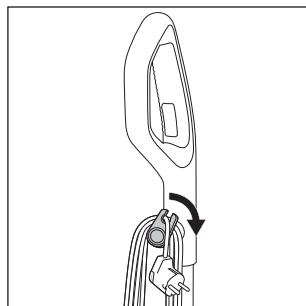

Abb. 12
- ♦ Wickeln Sie das Netzkabel ⑯ vollständig von den Kabelhaltern oben und unten ⑯/⑳ ab. Um das Netzkabel ⑯ schnell von den Kabelhaltern ⑯/⑳ abzuwickeln, ziehen Sie den oberen Kabelhalter ⑯ etwas heraus und drehen Sie diesen nach unten (siehe Abb. 12).